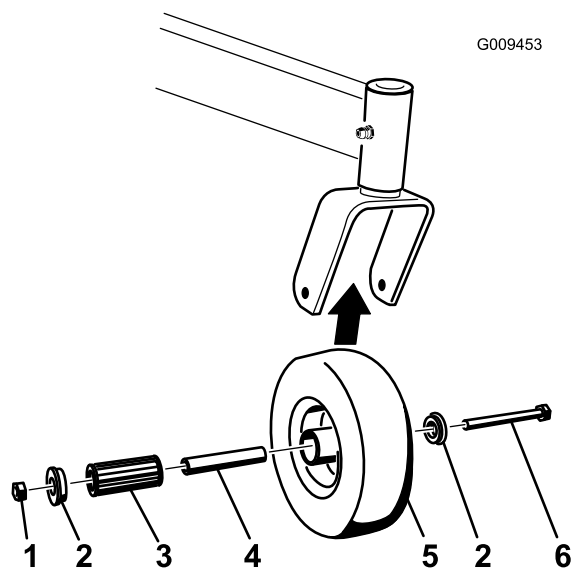

図 60
1. キャスタ・ホイールをキャスタ・フォークに保持しているボルトとロックナットを外す（図 60）。
- ブッシュを外し、スパナ・ブッシュとローラ・ベアリングをハブから外す（図 60）。
- ハブについているもうひとつのブッシュも外し、ハブについているグリスや汚れを除去する（図 60）。
- ローラ・ベアリング、ブッシュ、スパナ・ブッシュ、それにハブの内側の磨耗具合を点検する。破損したり磨耗したりしている部品は交換する（図 60）。
- 組み立てるときには、ホイール・のハブにブッシュを 1 つ入れる。ローラ・ベアリングとスパナ・ブッシュにグリスを塗りつけて、ハブに通す。ハブにもうひとつのブッシュを入れる（図 60）。
- キャスタ・フォークの間にキャスタ・ホイール・アセンブリを入れ、ホイール・ボルトとロックナットで固定する。スパナ・ブッシュがキャスタ・フォーク内部に当たるまでロックナットを締め付ける（図 60）。